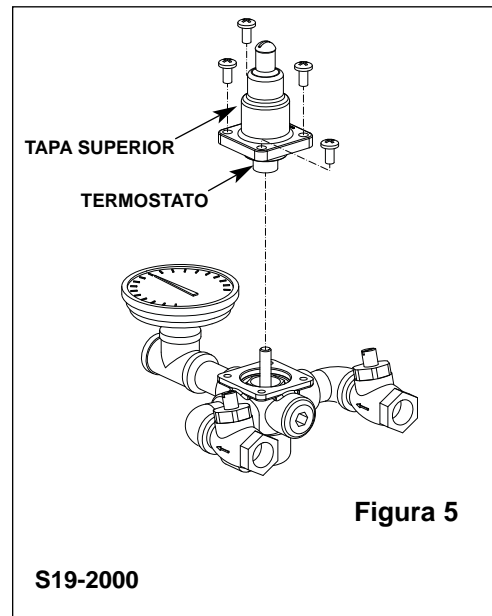

Figura 5
1. Retire la tapa superior de la válvula y el termostato (Figura 5).
1. Retire la tapa superior y el termostato (vea Figura 5, página 25).